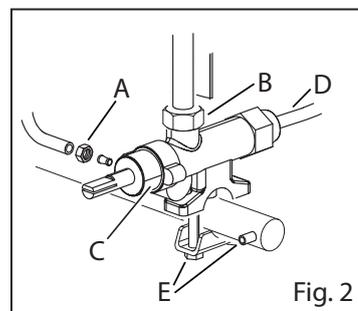

Fig. 2
- Regolare la vite del minimo by pass (Fig. 2/A)
- Svitare gli ugelli (Fig. 2/B) e avvitarli nella posizione corrispondente scelta
- Asportare la targhetta potenza (Fig. 2/C) e collocarla sul bruciatore corrispondente
- Svitare distanziale (Fig. 2/D) e avvitarlo nella flangia desiderata
- Svitare i collegamenti entrata (per es. Fig. 2/E) ed uscita gas (Fig. 2/A e B)
- Svitare la termocoppia (Fig. 2/D)
- Svitare la termocoppia dal rubinetto (Fig. 2/D)